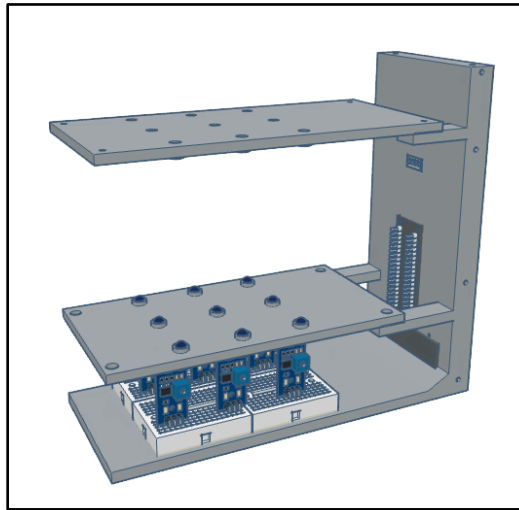

Рисунок 20. Крепление детали P3.
- a. Закрепите деталь P3 двумя винтами М3 длиной 6 мм (**Рис. 20**). *P3 следует расположить так, чтобы выступающие направляющие светодиодов (т.е. выступы на каждом из отверстий для светодиодов) были направлены вниз..